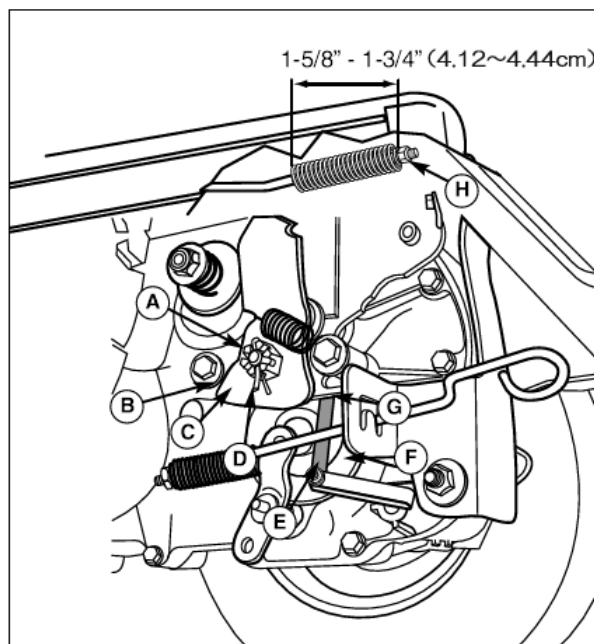

図 25 ブレーキの調節
2. ブレーキアーム(図 25 の C)がストッパー(B)に触れている事を確認します。
4. パーキングブレーキをかけます。調整ナット(H)を緩めたり締めたりして、図 25 のように、1-5/8”に調節します。